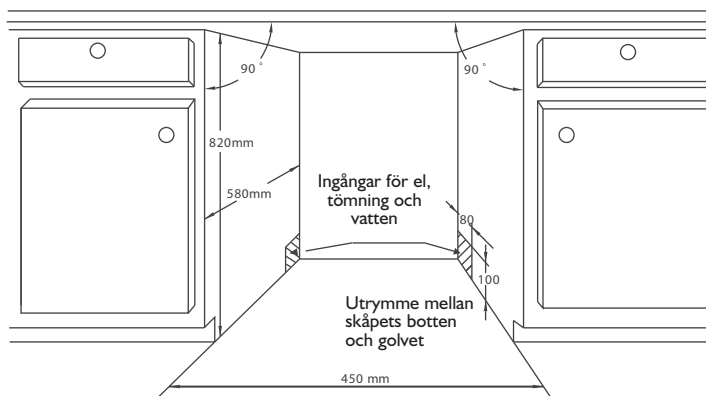

Fig. 1
4. Fixera kondensationsremsan under skåpets arbetsyta. Se till att kondensationsremsan är jämnt placerad under arbetsytan (Bild 1).